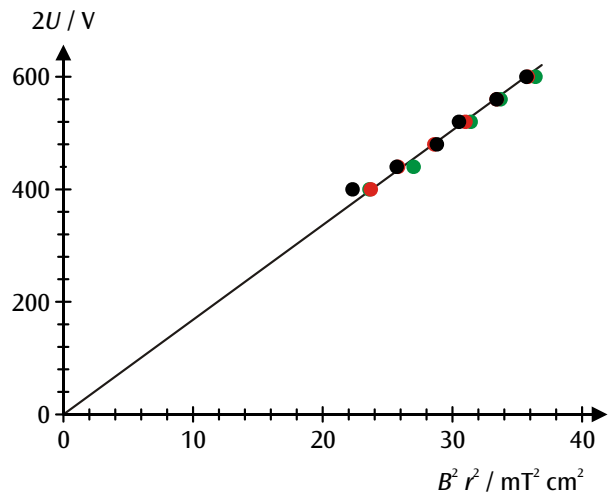

Fig. 4  $r^2 B^2$ - $2U$ -Diagramm der Messwerte (schwarz:  $r = 5$  cm, rot:  $r = 4$  cm, grün:  $r = 3$  cm)
- Zur weiteren Auswertung die Messwerte in einem  $r^2 B^2$ - $2U$ -Diagramm auftragen (siehe Fig. 4).